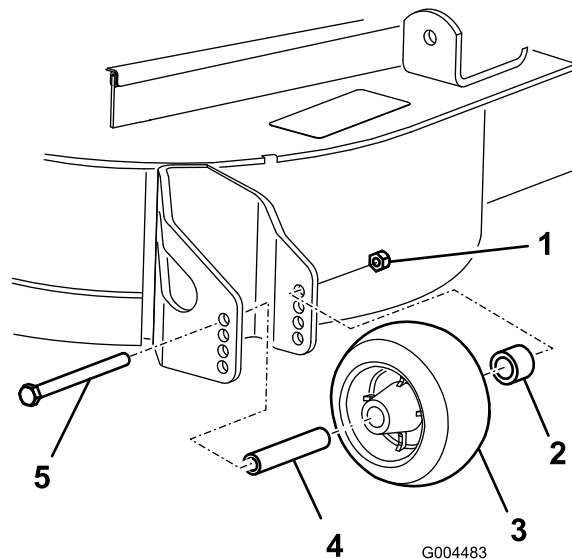

Figura 25
3. Dopo avere regolato l'altezza di taglio, regolate i rulli togliendo il dado flangiato, la boccola, il distanziale ed il bullone (Figura 25).
5. Montate il dado flangiato, la boccola, il distanziale ed il bullone. Serrate a 54-61 Nm (Figura 25).